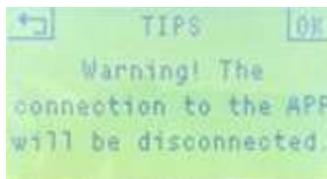

Рис. 6
6. Выберите Set Wi-Fi, нажмите ОК, см. рис. 6 для подключения устройства к приложению.